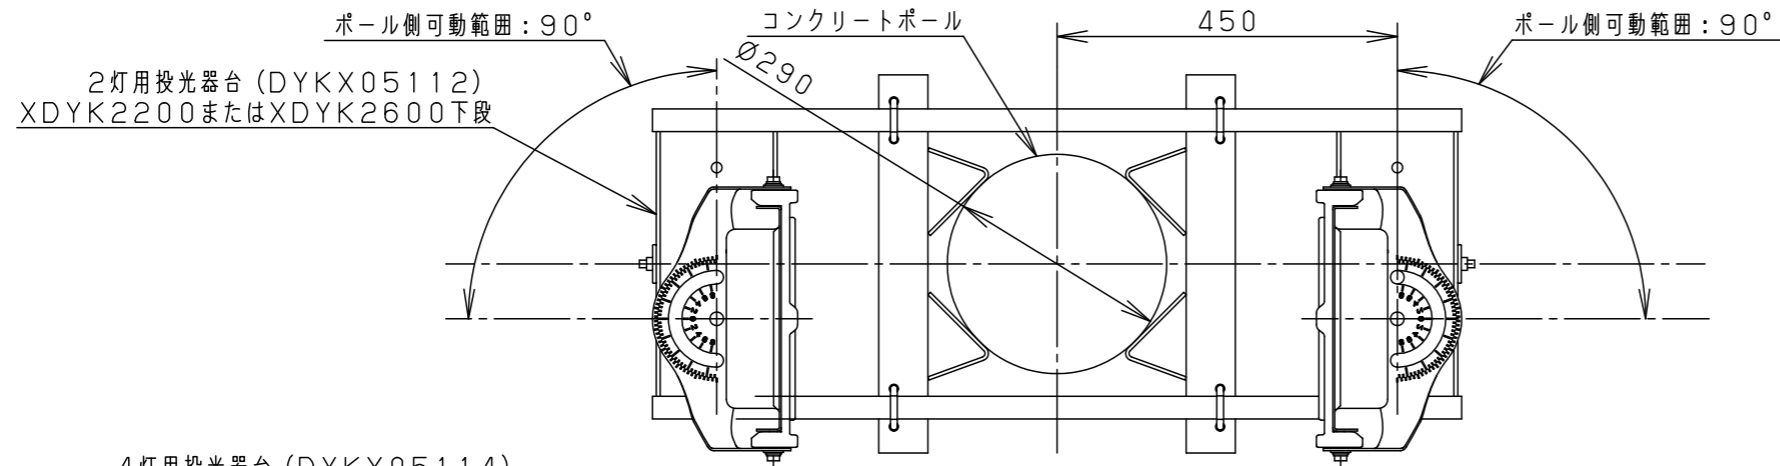

図1. 2灯用投光器台 (DYKX05112) に取付時の注意事項
- 水平面・壁面（上下）・傾斜面及び天井面に取り付け可能です。但し、壁面（上下）・傾斜面取り付けの場合、横向き設置はしない。（図1参照）屋外の雨がかかる場所で使用する時は、フィルタ側を水平上向きに設置しない。浸水による感電・火災の原因となります。（フィルタ位置は図2参照）